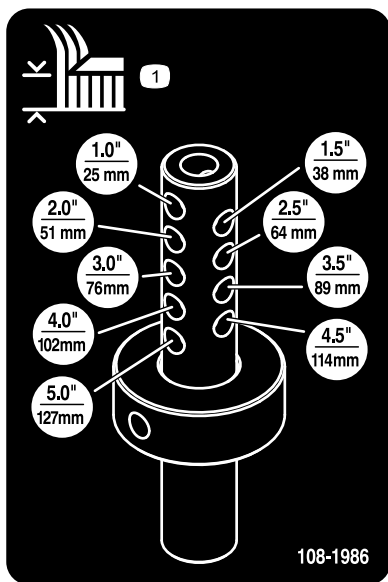

図 10
6. 刈高ロッドについている刈高穴から希望する刈高を選び、そこに刈高カラーをセットする（図 10）。